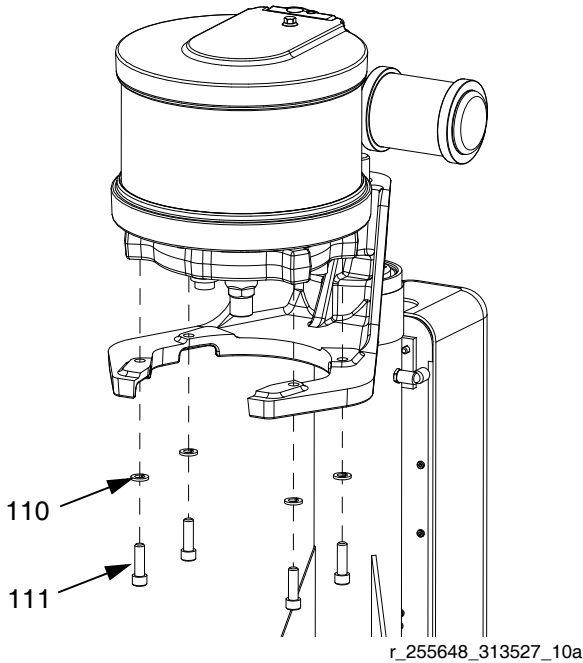

FIG. 28
1. Fije el motor a la ménsula de montaje con los tornillos (111) y arandelas (110). Vea la FIG. 28.